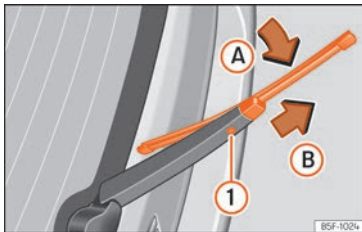

Abb. 221 Scheibenwischerblatt der Heckscheibe auswechseln.
- Das Wischerblatt leicht drehen »» (Abb. 221) (Pfeil (A)).
- Die Entriegelungstaste (1) gedrückt halten und gleichzeitig das Scheibenwischerblatt in Pfeilrichtung (B) abziehen.
- Neues Heckscheibenwischerblatt **gleicher Länge und Ausführung** entgegen der Pfeilrichtung (B) auf den Scheibenwischerarm schieben, bis der Mechanismus (1) einrastet.